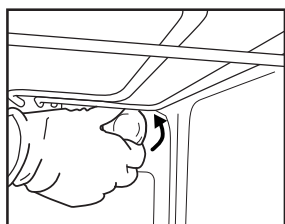

Fig. 7
2. Desaperte a cobertura da lâmpada (Fig. 7), substitua a lâmpada (consulte a nota para ver o tipo de lâmpada) e aparafuse novamente a cobertura da lâmpada.